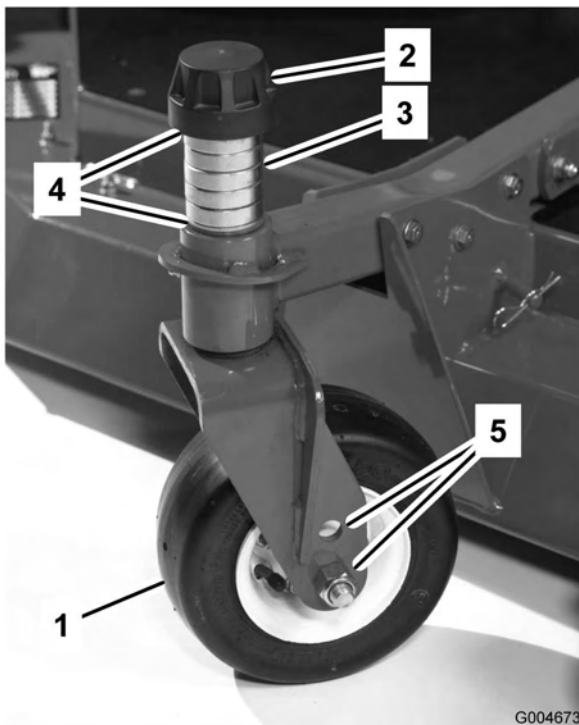

Figure 14
3. Enlevez le chapeau de tension de l'axe de pivot (Figure 14) et sortez l'axe du bras pivotant. Remplacez les 2 cales (3 mm) sur l'axe de pivot comme à l'origine. Elles sont requises pour que les plateaux de coupe soient parfaitement de niveau sur toute la largeur. Placez le nombre requis d'entretoises de 1,25 mm (voir la table ci-dessous) sur l'axe de pivot pour obtenir la hauteur de coupe voulue, puis ajoutez la rondelle.